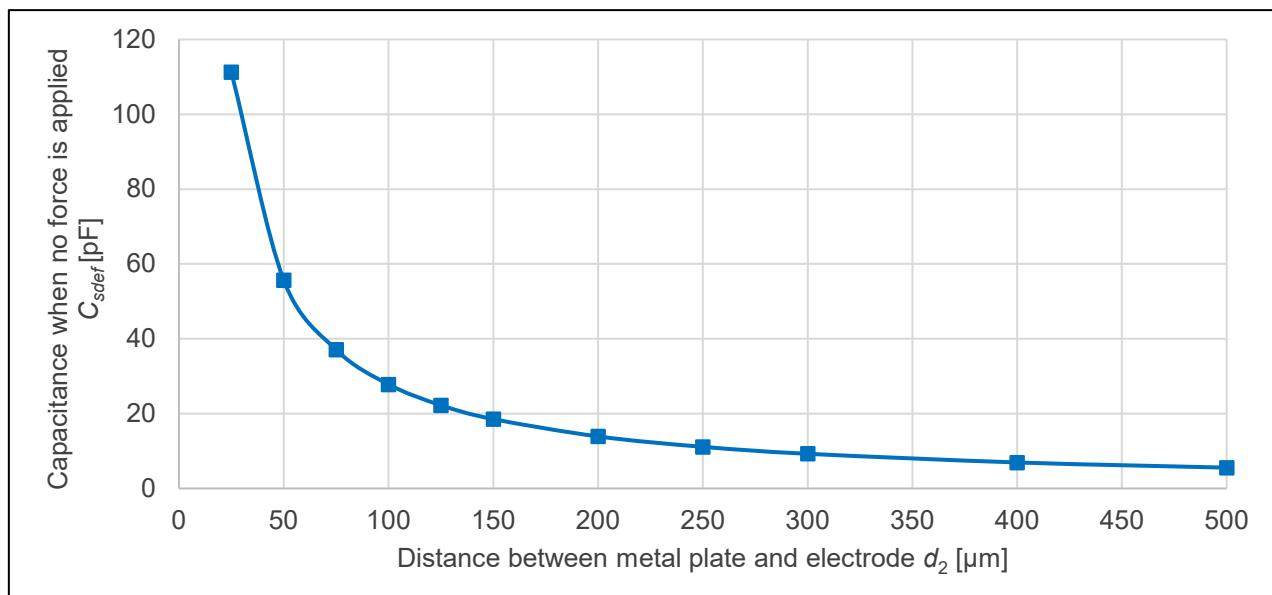

図 6-15 スペーサ厚 d_2 と静電容量 $C_{s_{def}}$ の関係 (参考値)
(1)式より、比誘電率 $\varepsilon_r \approx 1$ 、直径 $D=20$ [mm]の円形の電極のときのスペーサ厚 d_2 と力を加えていないときの静電容量 $C_{s_{def}}$ の関係は図 6-15 のようになります (参考値)。図 6-15 より、スペーサ厚が小さいほど、静電容量の変化量が大きくなるため、高い感度を得るためにスペーサ厚を小さくする必要があります。ただし、変化が大きすぎる場合強度判定のしきい値の設定が難しくなるため、強度判定機能が必要な場合は極端にスペーサ厚を小さくしすぎないようにする必要があります。